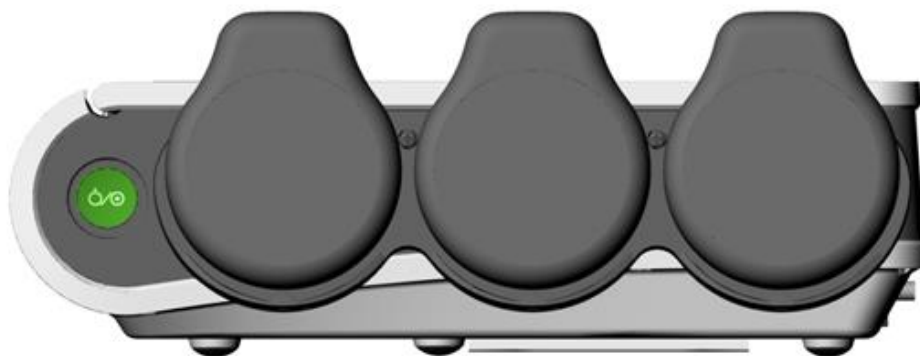

Рис. 3-4. Правая панель (F15 Air)
1. Устанавливайте беспроводные датчики в соответствии с рис. 3-4, иначе зарядка выполняться не будет.